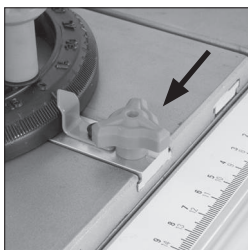

Abb. 23
- Der Winkelanschlag kann auf dem Schiebeschlitten festgestellt werden, indem Sie die Feststellschraube in das Loch an der vorderen Kante des Schiebeschlittens einschrauben. **(Abb. 23)**.